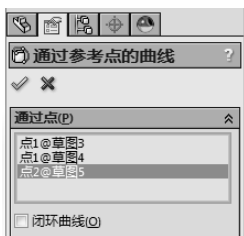

图 6-24 通过参考点的曲线属性设置
- [4] 设置通过参考点的曲线属性，在“通过点”下按照要生成曲线的次序来选择草图点，如图 6-24 所示。